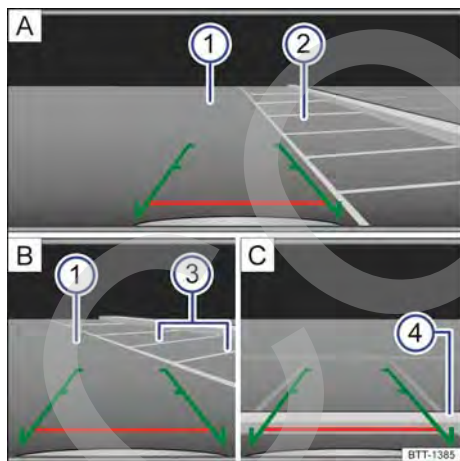

Fig. 105 Visualización del display del sistema de radio: estacionar con la cámara de marcha atrás.
- Colocar el vehículo delante de la plaza de estacionamiento → fig. 105 ② [A].
- Conducir hacia atrás lentamente y maniobrar de modo que las guías verdes laterales conduzcan entre las líneas de delimitación de la plaza de estacionamiento seleccionado ② [A].
- Alinear el vehículo en la plaza de estacionamiento seleccionada de modo que las guías verdes laterales queden sobre las líneas de límite lateral ③ [B].
- Detener el vehículo cuando la línea roja alcance el límite trasero ④ [C]. <
Leyenda para fig. 105: